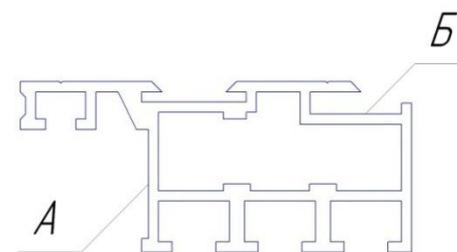

Рис.3. Профиль SB101
2) Вклеить в паз “А” (рис.3) - уплотнитель резиновый самоклеющийся SB109.